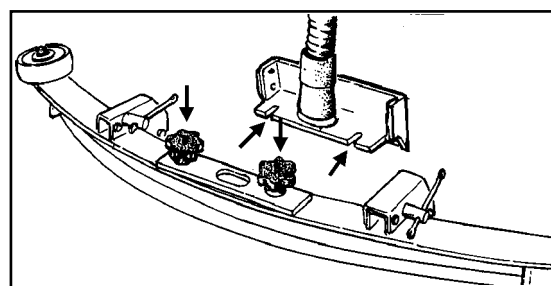

Figure 8
1. La raclette est équipée d'un dispositif de décrochage qui est également utilisé pour monter la raclette. Desserrez les boutons de la raclette (figure 8). Insérez le goujon dans le trou situé sur le châssis de la machine.